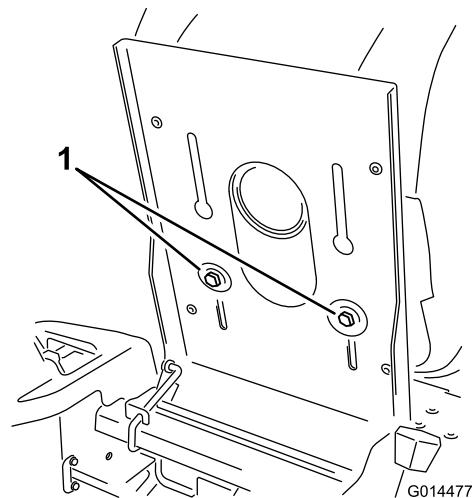

Figura 23
- Levante el asiento y afloje los pernos de ajuste lo suficiente para poder desplazar el asiento (Figura 23).